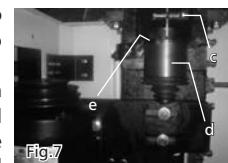

Fig.7
1. Quite el perno (Fig.7-C) del cartucho de la flecha.
2. Introduzca una calza dentro del hueco del cartucho de la flecha, ensarte el perno (C) desde la parte izquierda del cartucho de la flecha hasta que pueda fácilmente sacar la flecha (D) por abajo del cartucho de la flecha.
4. Sostenga la flecha remplazada e insértela dentro del cartucho de la flecha hasta que toque el área (E).
5. Apriete el perno (C).